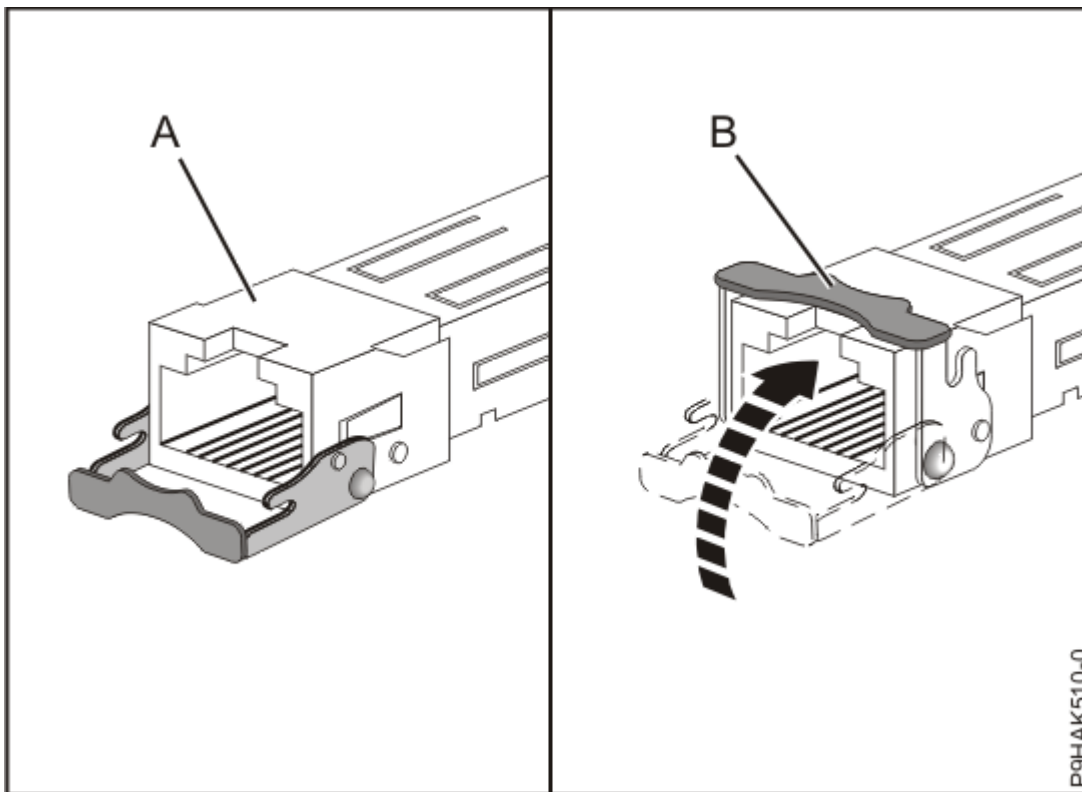

Abbildung 49. SFP-Transceiver im Adapter austauschen
- c) Drücken Sie bei geöffneter Verriegelung **(A)** auf die Verriegelung, indem Sie sie zur Karte hin nach oben drehen, wie in Abbildung 49 auf Seite 77 dargestellt.